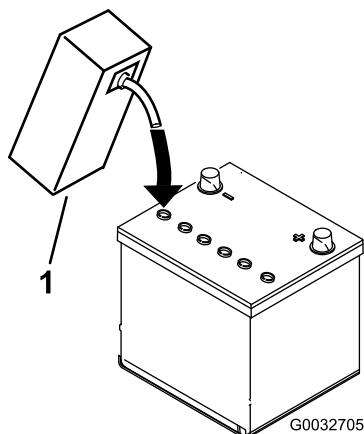

Figura 8
3. Encha cuidadosamente cada célula com eletrólito até as placas estarem cobertas com cerca de 6 mm de fluido (Figura 8).
4. Espere aproximadamente 20 a 30 minutos para que as placas fiquem embebidas em eletrólito. Se necessário, volte a colocar eletrólito até ficar cerca de 6 mm acima do fundo do depósito de enchimento (Figura 8).